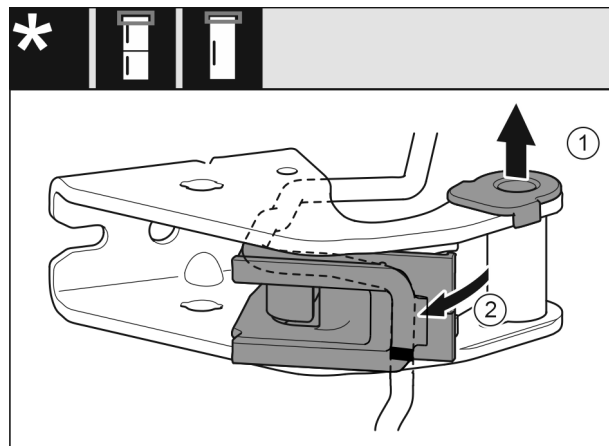

Fig. 17
- ▶ Træk hængselsbøsningen ud af føringen. Fig. 17 (1)
- ▶ Sving kabelholderen ud. Fig. 17 (2)